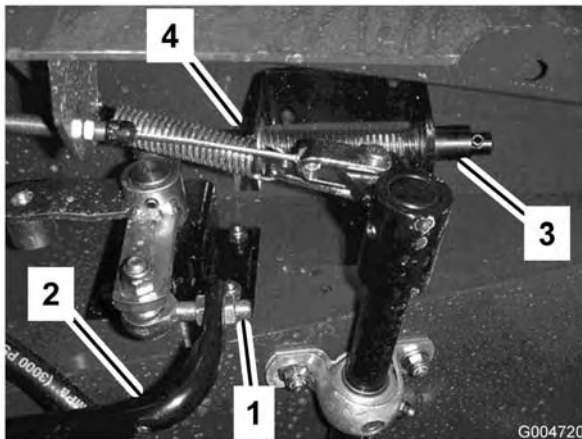

Bild 69
- Lockern Sie die Klemmmuttern am Stangenende und stellen die Länge der Fahrpedalstange (Bild 69) so ein, dass das Pedal den Anschlag kurz vor dem Zeitpunkt erreicht, zu dem der Pumpenhebel seinen vollen Ausschlag erreicht. Ziehen Sie dann die Klemmmuttern fest.
- Füllen Sie den Tank (Bild 69) mit ungefähr 30 l Hydrauliköl, siehe „Prüfen der Hydraulikanlage“.